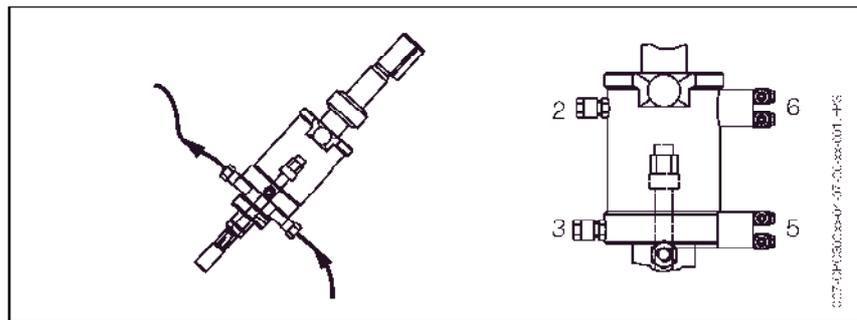

Fig. 5 : Sonde CleanFit CPA 47x
- Raccorder avec un flexible l'entrée de la chambre de rinçage "par en-dessous" et la sortie "par au-dessus" pour éviter que de l'air ne s'accumule dans la chambre de rinçage (voir fig. 5 gauche).
- Raccorder la confirmation de position pour la – position "Mesure" en "5", et pour la – position "Maintenance" en "6" (voir fig. 5 droite).